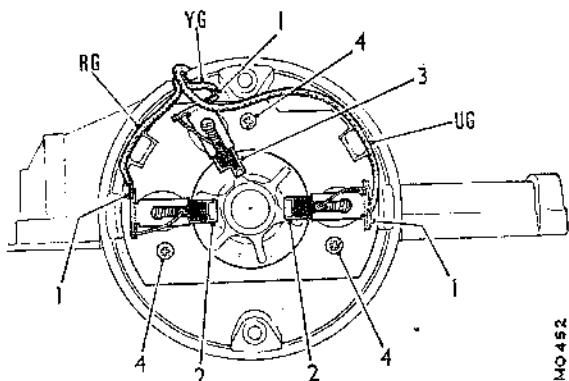

Fig. Nb.9
- (20) Examinar el conjunto del portaescobillas, que deberá ser reemplazado antes de que alguna de las escobillas principales alcance un desgaste que llegue a la longitud mínima de 5 mm, o antes de que la sección estrecha de la tercera escobilla (en los modelos con dos velocidades) se haya gastado en toda su anchura (ver Fig. Nb.9).
- (21) Comprobar que las escobillas se mueven libremente en sus alojamientos y comprobar la presión del muelle de escobilla con un calibrador de empuje. La lectura del aparato medidor deberá ser de 140 a 200 gms. cuando el fondo de la escobilla está al nivel del extremo de la ranura del alojamiento de la escobilla (ver Fig. Nb.9). Renovar el conjunto del portaescobillas si los muelles no están en buenas condiciones.
(22) Comprobar si el rotor tiene algún circuito interrumpido o en corto. Utilizar una lámpara de pruebas de 110 voltios y 15 watos para los cables de línea y renovar el rotor si está defectuoso.
(23) Examinar si la rueda del engranaje está dañada o excesivamente gastada. Renovarla si es necesario.
(a) Si hubiera que reemplazar el portaeescobillas o el interruptor, desoldar los cables de alimentación del motor en los alojamientos de las escobillas. Si hay que poner un interruptor nuevo en un motor de una sola velocidad, quitar el tercer cable, amarillo y verde, en el terminal del interruptor. Para reconnectar los terminales a los alojamientos de escobilla, en el orden que se indica en la Fig. Nb.9, emplear una soldadura de alto punto de fusión al montar el o los nuevos conjuntos. Al montar el interruptor en la caja de engranajes, asegurarse de que los cables están dentro del rebaje de la moldura de la unidad.